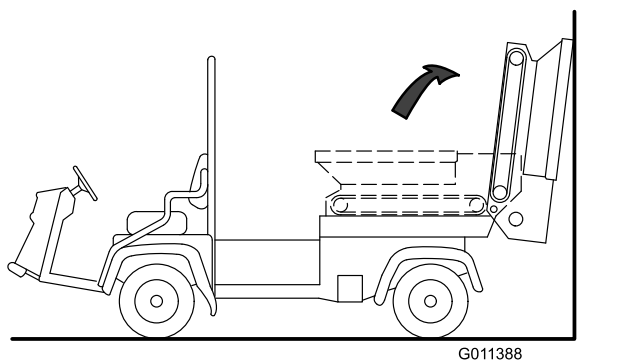

Figura 32
3. Fate ruotare all'indietro la tramoggia e appoggiatela contro una parete, un palo, una scala ecc. (Figura 32).
Accertatevi che la tramoggia sia ruotata oltre il centro e/o fissata a una parete o a un palo per evitarne la caduta accidentale sull'area di lavoro (Figura 32).
3. Abbassate la tramoggia sulle guide del telaio scorrevole facendo molta attenzione; fate riferimento alla **Figura 32** di **Smontaggio del pianale scorrevole** (pagina 23)